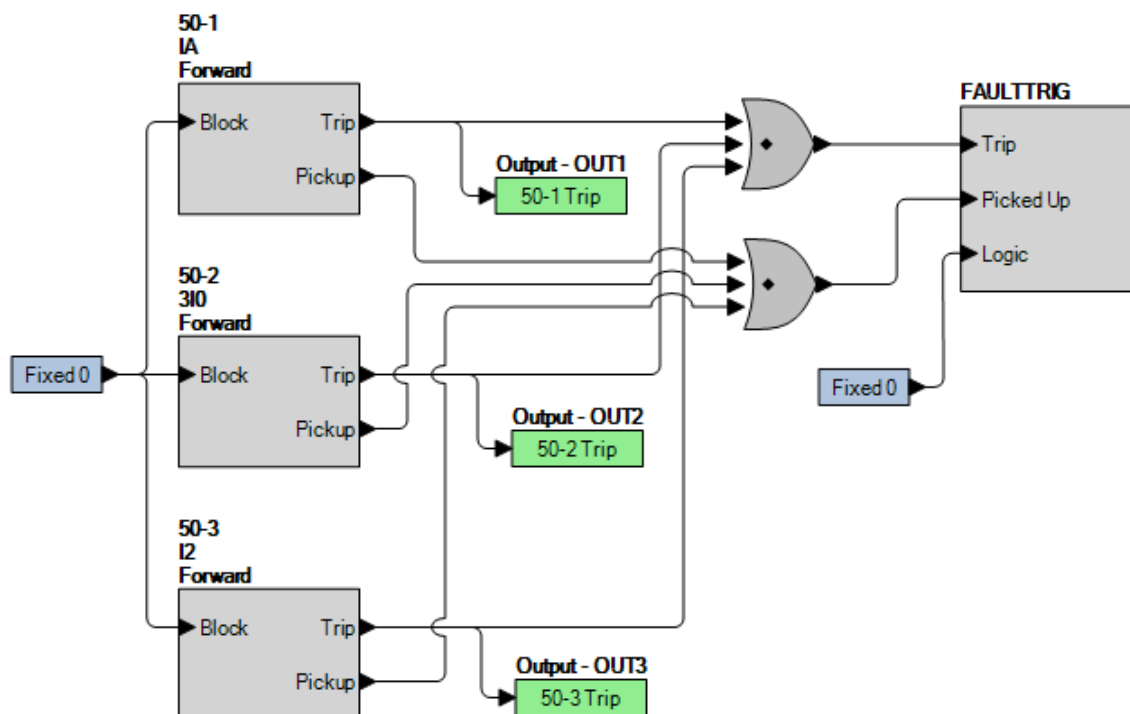

Figure 75-1. Paramètres BESTLogicPlus
Étape 2 : Utilisez BESTCOMSPlus pour configurer la Logique programmable BESTlogicPlus illustrée dans la Figure 75-1.